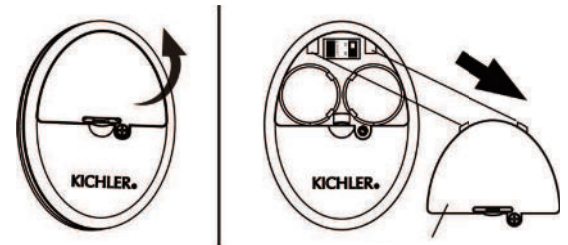

Fig. 26
Étape 1. À l'aide d'un tournevis, retirez le couvercle des piles du combiné et conservez la vis pour une utilisation ultérieure. (Fig. 26)